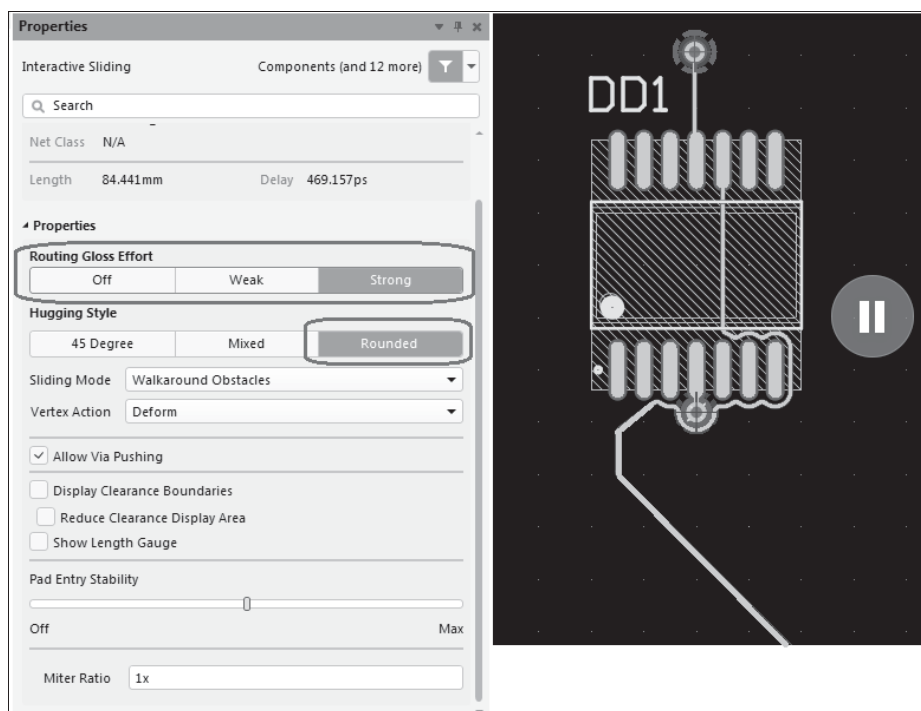

Рис. 6.11. Сглаживание трассы при обходе препятствий
3. Задается сглаживание участков трасс (**Glossing**) при обходе препятствий. В зависимости от выбранного значения опции **Routing Gloss Effort** (усилие сглаживания) сглаживание выполняется с большим или меньшим сокращением длины участка трассы (рис. 6.11):